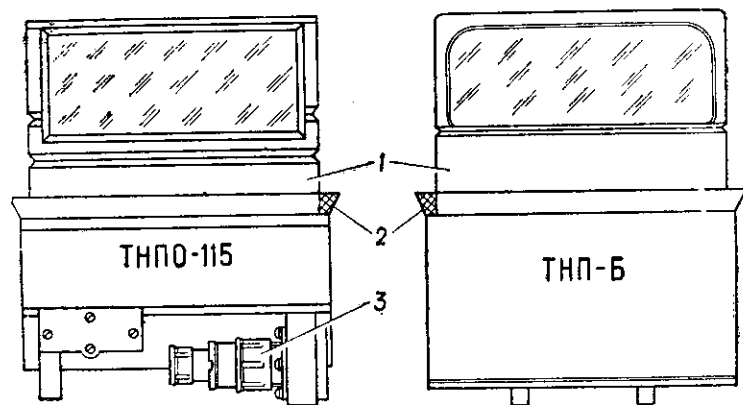
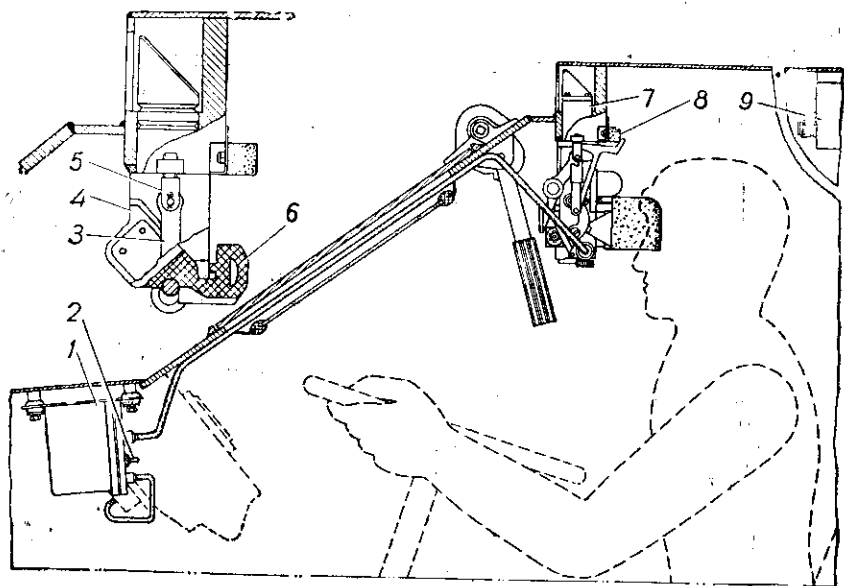

Рис. 98. Приборы наблюдения ТНПО-115 и ТНП-Б:
Рис. 103. Установка приборов наблюдения водителя:
Приборы ТНПО-115 и ТНП-Б (рис. 98) устанавливаются в специальные гнезда и имеют легко съемные крепления. Герметичность установки прибора обеспечивается специальной резиновой прокладкой 2 трапецеидального сечения. При нарушении герметичности необходимо произвести поджатие прокладки. Для этого снимите прибор и отсоедините зажим 3 (рис. 103) от вилок 5, после чего верните вилки на нужную величину, соедините зажим 3 с вилками 5 и установите прибор.
Приборы ТНПО-115 отличаются от приборов ТНП-Б наличием электрообогрева, что улучшает видимость через приборы в условиях низких температур, при запотевании и заиндевании их верхних и нижних стекол. При ухудшении видимости через приборы из-за указанных выше причин включите электрообогрев. Включение обогрева производится для всех трех приборов одновременно при помощи выключателя, находящегося на регуляторе температуры РТС-27-3М, который закреплен на специальном кронштейне позади люка водителя (см. рис. 103). Кроме основного выключателя 1 (рис. 99), на регуляторе температуры есть переключатель 2, позволяющий включать обогрев выходных (нижних) стекол приборов или входных и выходных одновременно.
Перед установкой прибора ТВНО-2Б необходимо с зажима 3 (рис. 103) снять подушку 6, после чего вынуть прибор ТНПО-115 из гнезда и отсоединить блочную вилку от розетки штепсельного разъема.
- а) поставьте ручку выключателя 2 (см. рис. 103) на блоке питания в положение ВКЛ.;